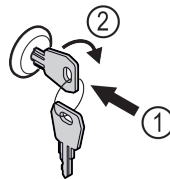

Fig. 180
- ▶ Sätt in nyckeln. Fig. 180 (1)
- ▶ Vrid nyckeln 90° medurs. Fig. 180 (2)